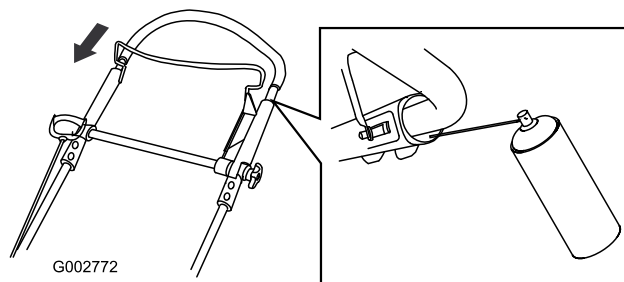

Figura 31
2. Spingete completamente verso il basso la sezione superiore della stegola e spruzzate il prodotto sulla superficie interna di plastica della parte esterna della stegola (Figura 31).